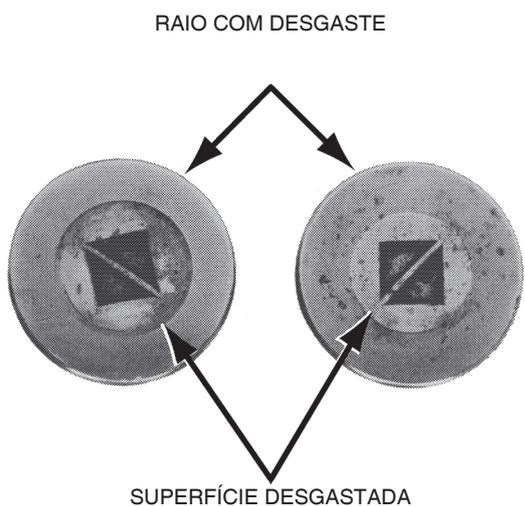

Figura 4.2
- A extremidade maior do rolete está desgastada até o nível do centro do diâmetro ou abaixo desta superfície. Figura 4.2.
- O raio da extremidade do diâmetro maior dos roletes está desgastada criando um canto afiado. Figura 4.2.